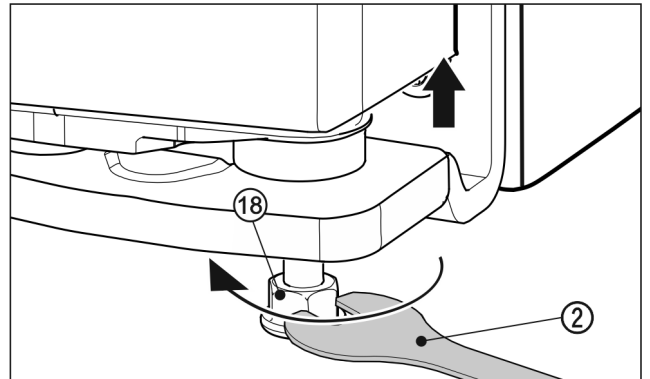

Fig. 33
- ▶ Para levantar la puerta, desenrosque hacia la derecha la pata de ajuste Fig. 33 (18) con la llave de boca Fig. 33 (2) suministrada. En el estado de entrega, el perno de apoyo está completamente enroscado.